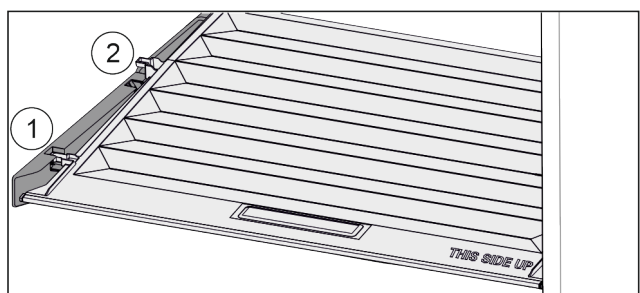

Fig. 78
- ▶ Потянуть крышку до отверстия в поддерживающих деталях вперед Fig. 78 (1).
- ▶ Поднять сзади снизу и извлечь Fig. 78 (2) движением вверх.